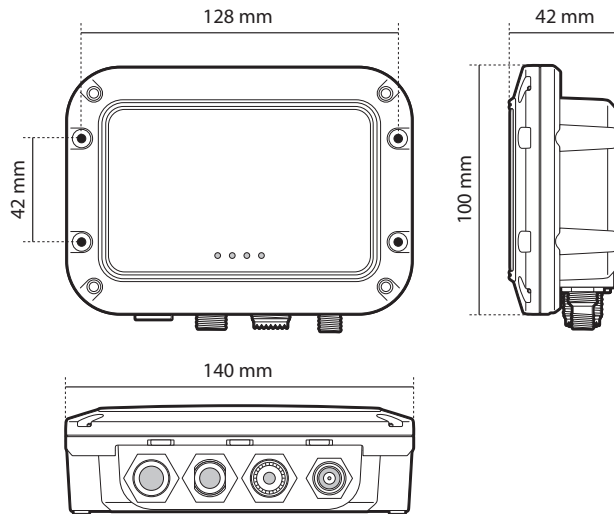

Abbildung 5 AIS-Transponder Abmessungen
- Für das Verlegen der Kabel sollte um den AIS-Transponder herum ausreichend Platz vorhanden sein. Weitere Informationen zu den Abmessungen des AIS-Transponder finden Sie in Abbildung 5.